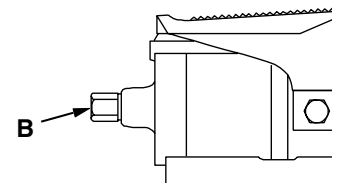

Abbildung 5
- Siehe Abbildung 5. Eine Luftzufuhrquelle mit Mindestkapazität  $15,3 \text{ m}^3/\text{h}$  an den schwenkbaren  $\frac{1}{4}$  Inch NPTF Lufteinlaßanschluß (B) der Pumpe anschließen. Nur  $\frac{1}{4}$  Inch Schlauch- oder Schnelltrennverbinder verwenden. Größere und schwerere Anschlußstücke sind nicht zu empfehlen. Die Verbindung mit einem hochwertigen Gewindedichtmittel abdichten.